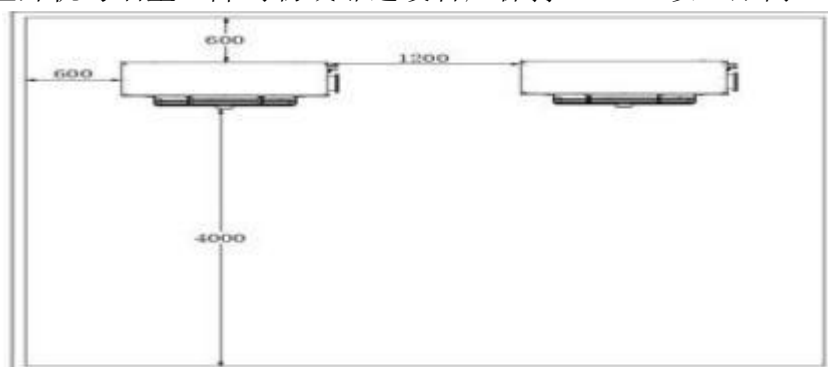

图 2.5.6.1 室外机竖直安装示意图 (单位：mm)
6. 空调室外机安装位置周围应有足够的安装、维护空间，安装空间参照图 2.5.6.1 所示尺寸。室外机与墙壁、障碍物或邻近设备应保持600mm 以上距离。